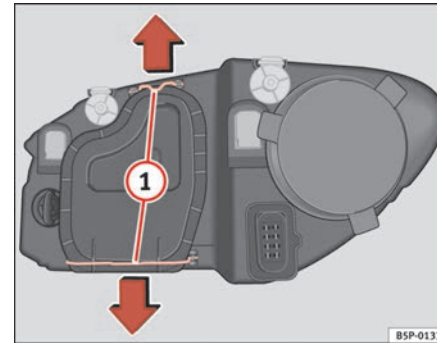

Abb. 178 Abblendlicht
- Die Streben ⇒ Seite 265, Abb. 178 ① in Pfeilrichtung verschieben und den Deckel abnehmen.